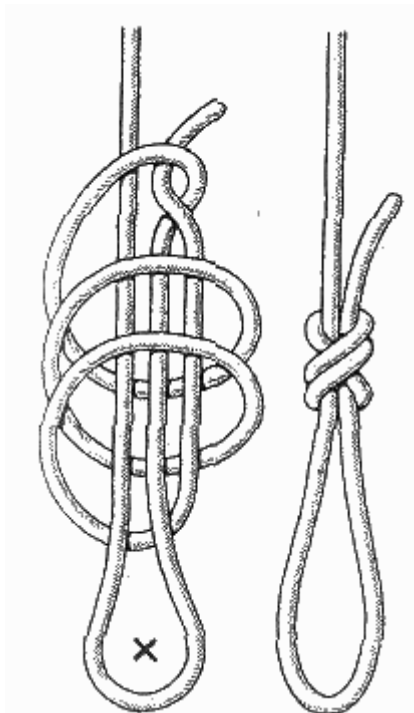

Рис. 87. Эшафотный узел
**Эшафотный узел** (рис. 87). Название узла говорит о его назначении. Это один из старинных узлов, выработанных многовековой практикой смертной казни через повешение. Однако, несмотря на